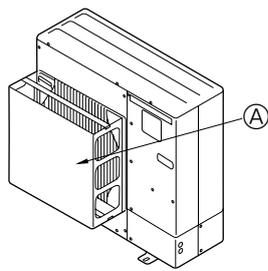

Fig. 2-3
② Installeer een optionele luchtgeleider als het apparaat wordt geïnstalleerd op een plaats waar krachtige windstoten bij storm etc. rechtstreeks de luchtuitlaat kunnen binnendringen. (Fig. 2-3)